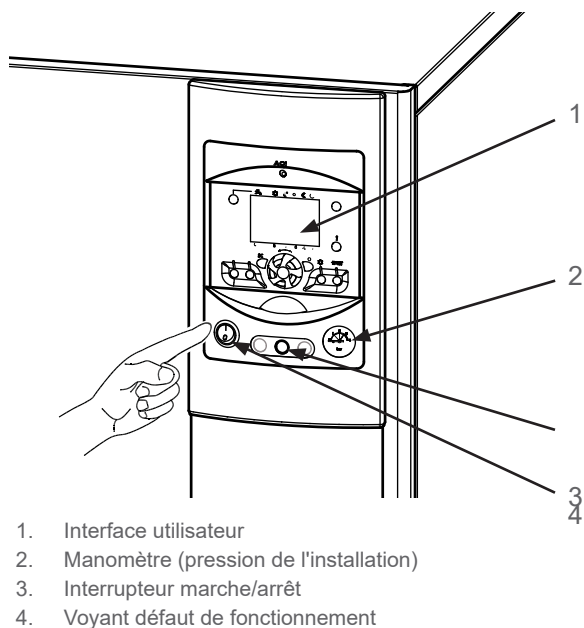

fig. 4 - Mise en marche
- S'assurer que l'installation est bien remplie d'eau et correctement purgée et que la pression au manomètre (rep. 2, fig. 4) est suffisante (1 à 2 bar).